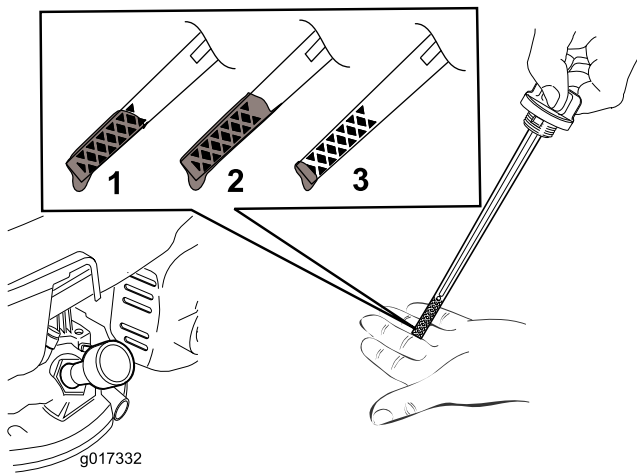

Figura 7
2. Retire a vareta do óleo (Figura 7).
**Nota:** Encha o cárter do motor com óleo até a vareta indicar que o nível de óleo do motor está correto, como indicado em Figura 7. Se encher demasiado o motor com óleo, retire o óleo em excesso, tal como indicado em Mudar o óleo do Motor.